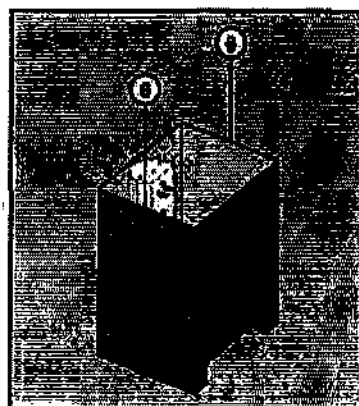

Рис. 3.5.
6. Удалите внутренний картон (см. рис. 3.5)